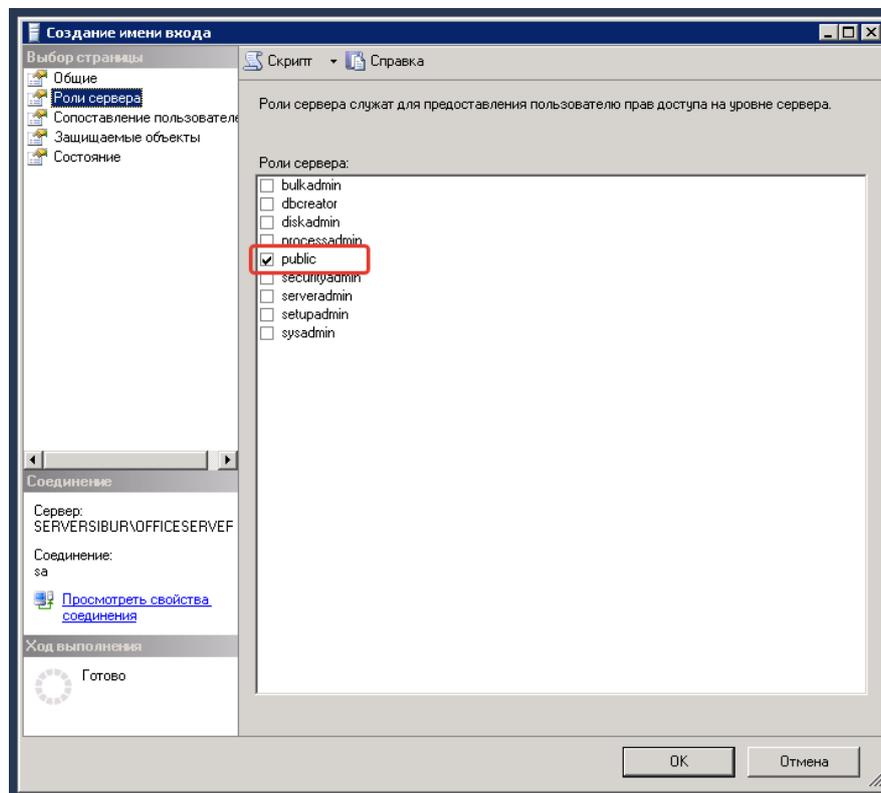

Рисунок 5.3.
7. Открыть вкладку «Роли сервера», установить «Public» (рис. 5.3.);